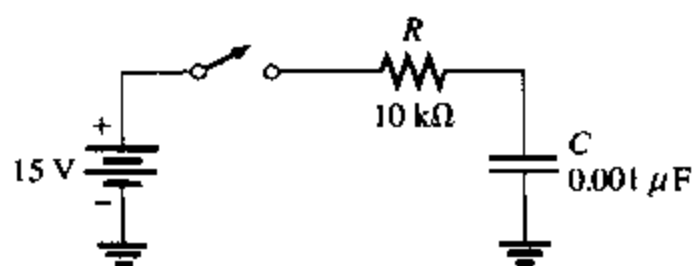

图 13.69
30. 图 13.69 所示的电路中, 电容初始时不带电, 计算开关闭合后下列时刻电容的电压。
35. 图 13.69 中电容 C 充电到 8 V 所用的时间是多少?